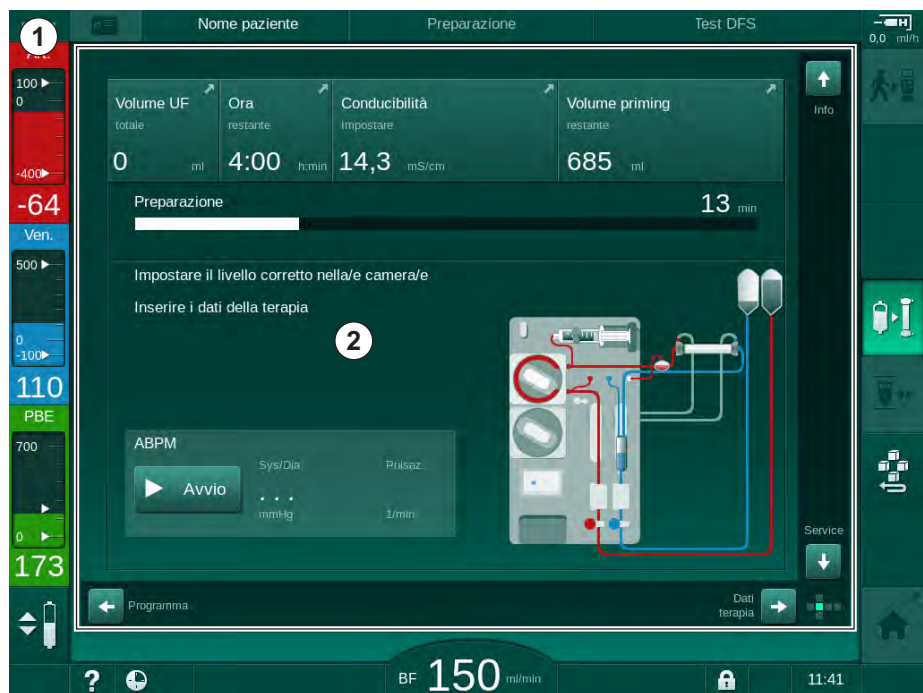

Fig. 3-11 Cornice e videata (lato del cubo)
La cornice (Fig. 3-11 , ① ) è un'area fissa situata intorno alla videata ② del lato corrispondente del cubo. Essa mostra le informazioni essenziali in funzione della fase di funzionamento dell'apparecchiatura e della fase del trattamento, e contiene varie icone.